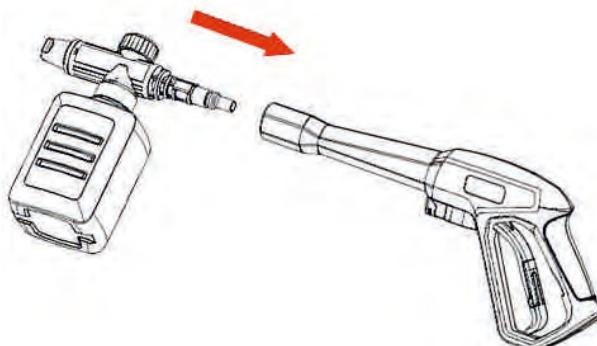
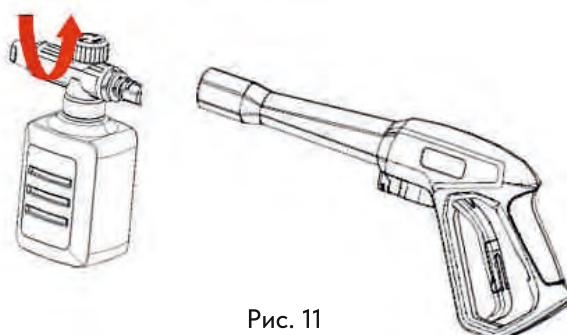

Рис. 10
Рис. 11
- Затем установите на пистолет как показано на Рис.10 и Рис.11. Объём подачи моющего средства можно регулировать с помощью регулятора расположенного в верхней части насадки.